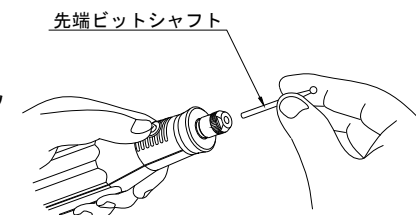

図 3
1. シャフト径 $\phi 2.34\text{mm}$ の先端ビットを取り付ける時は、チャッキングナットをゆるめ(コレットチャックを抜き取らないで)コレットチャックの先端に、先端ビットのシャフトを差し込みます。確実に奥に当たるまで入れて下さい。(図3)